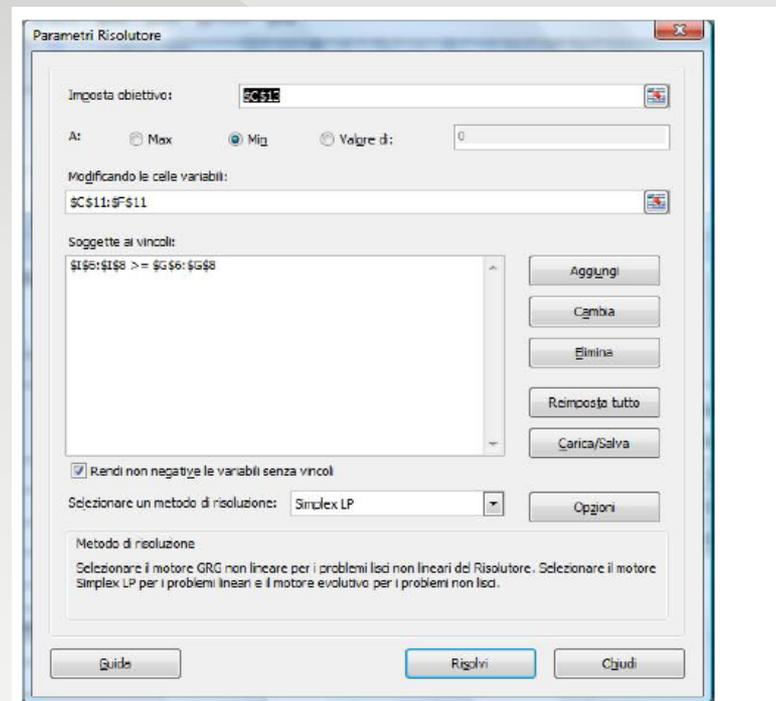

Figura 1.3 Finestra di dialogo del risolutore di Excel per il problema della dieta dell'atleta.
- A questo punto, è possibile invocare la finestra di dialogo del risolutore, scegliendo la casella *Risolutore* sotto il pulsante *Dati*. Tale finestra, a valle dell'impostazione dei relativi parametri, appare per come riportato in Figura 1.3.